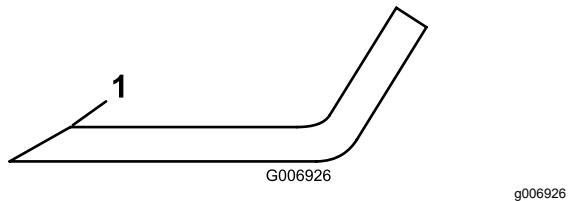

Figura 78
5. Inspeccione los filos de corte de todas las cuchillas. Afílelos si están romos o tienen mellas. Afile únicamente la parte superior del filo y mantenga el ángulo de corte original para asegurar un afilado correcto (Figura 78).
6. Si está romo o tiene desperfectos, afile únicamente el filo superior y mantenga el ángulo de corte original (Figura 78).